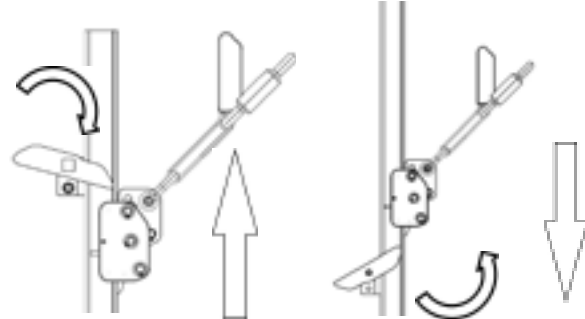

Abb. 18 Ausstieg aus der Steigschutzschiene
1. Aus gesicherter Position den Sicherungsläufer am Schäkkel (1) und am Grundkörper (2) halten und den Hebel der Endanschlüsse entgegen der Wirkrichtung schwenken (Abb. 18), damit der Sicherungsläufer die Position der Endanschlüsse überfahren und aus der Steigschutzschiene geführt werden kann.